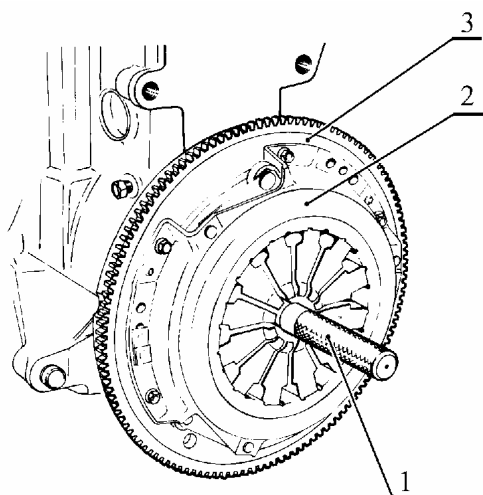

Рис.3. Центрирование ведомого диска сцепления:
3.2.3 Установить в ступицу ведомого диска оправку 1, рис. 3, и отцентрировать его относительно маховика 3 (оправка А.70081).